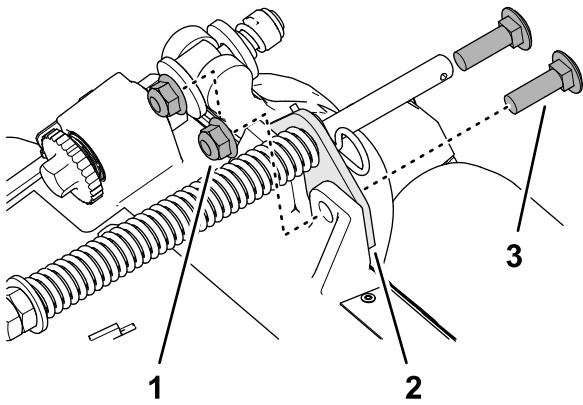

Figure 13
2. Retirez les 2 contre-écrous à embase ($\frac{3}{8}$ ") et 2 boulons de carrosserie ($\frac{3}{8}$ " x $1\frac{1}{4}$ ") qui fixent le support du compensateur au cadre de l'unité de coupe (Figure 13).